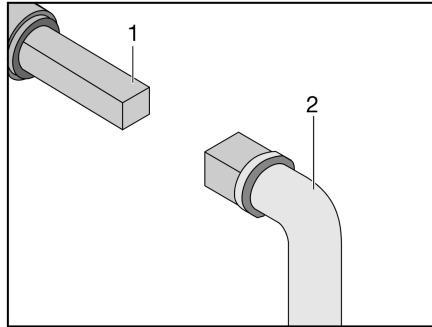

Fig. 244 Utilisation du robinet d'évacuation des eaux usées
- Insérer la clé (Fig. 244,2) sur la vis à quatre pans (Fig. 244,1).